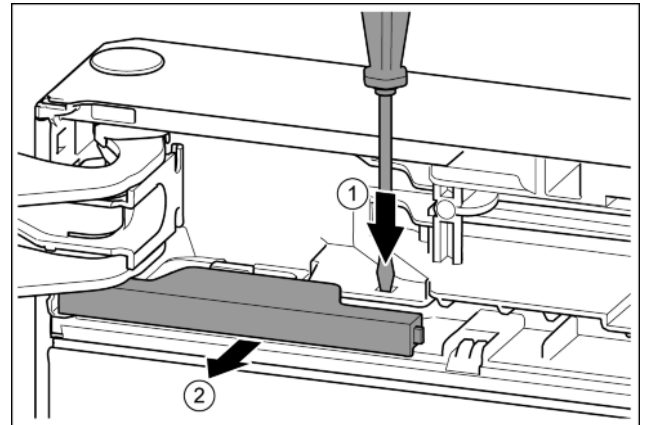

Fig. 10
- ▶ Lasche mit Schlitzschraubendreher drücken. Fig. 10 (1)
- ▶ Abdeckung aus der Verrastung ziehen. Fig. 10 (2)